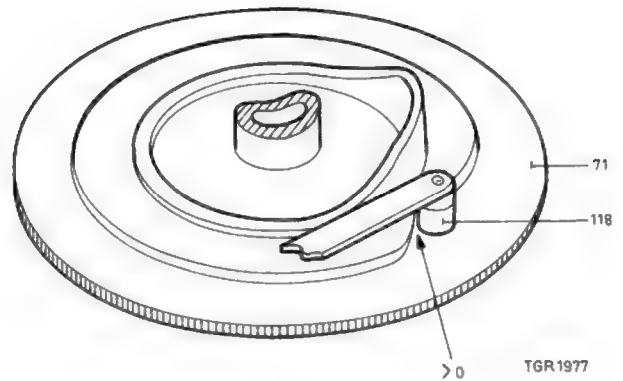

Fig. 19
Na deze instelling moet gecontroleerd worden of er in posities "opname" en "weergave" ruimte is tussen rol pos. 118 en de grote commandoschijf pos. 71 (zie pijl in fig. 19).